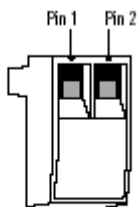

Figure 9. REPO Connector
3. Über Stift 1 und 2 des REPO-Anschlusses die REPO-Kontakte (isolierte Arbeitskontakte für Schwachstrom, ausgelegt für max. 60 VDC, 30 VAC Effektivwert und max. 20 mA) anschließen, siehe Abb. 9. Mehrdräftige Verkabelung ohne Abschirmung (Leiterquerschnitt $0,93 \text{ mm}^2 - 0,38 \text{ mm}^2$) verwenden.